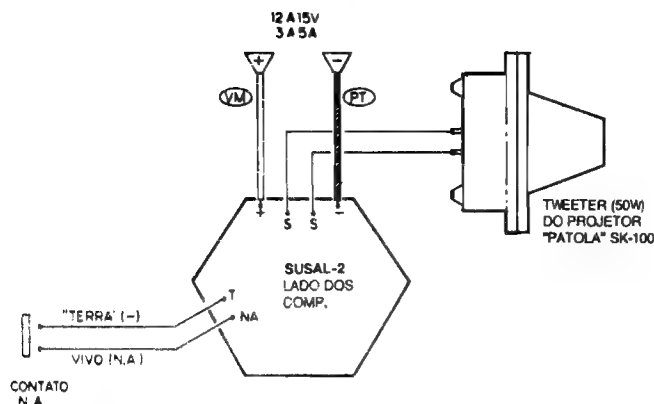

Fig.4
**- FIG. 4 - CONEXÕES EXTERNAS À PLACA** - As ligações externas à placa são simples, totalmente detalhadas no diagrama (placa ainda vista pela sua face não cobreada...). O ponto mais importante a observar é quanto à polaridade da alimentação, sendo aconselhável a utilização "regulamentada" de fio **vermelho** para o **positivo** e fio **preto** para o **negativo**... Observem, ainda que as ligações de Saida (S-S), mostram o transdutor (**tweeter**) "nú", removido da sua "corneta" e "projeto" (basta soltar alguns parafusos no conjunto, que ele todo se desmonta de forma bastante lógica, e muito fácil de - depois - "remontar" corretamente, como sempre ocorre nos produtos "Patola" (Se algum engracadinho, aí, está pensando em "corrupção", pode morder o progenitor nas nádegas... Não recebemos um